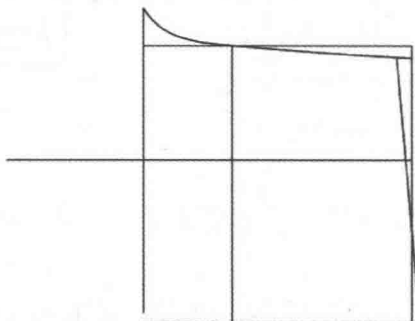

图 7-84 画腰口线步骤 3
(12) 选择  【智能笔】工具从图 7-142 确定腰围线端点与前浪 1.2cm 相连 (图 7-84)。